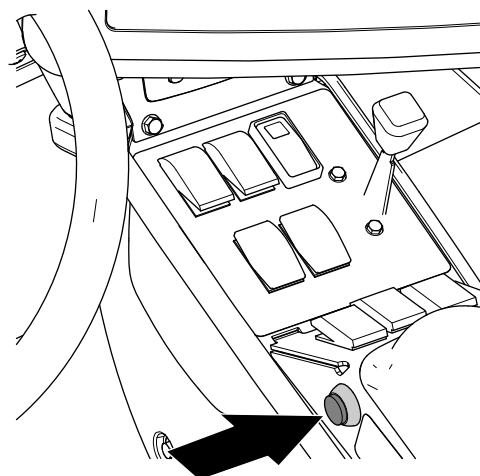

Рисунок 199
7. На машине установите главный выключатель секций в положение ON (Вкл.) (Рисунок 199)